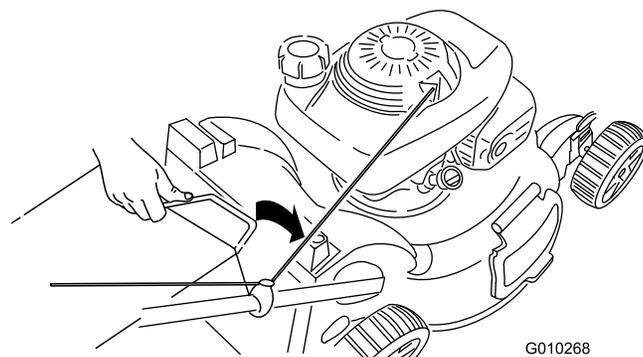

図 29
3. 機体上部の溝に集草バッグのハンドルを入れる 図 29。